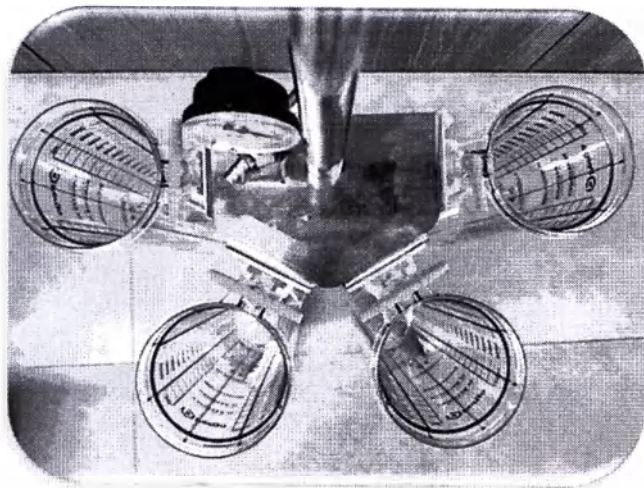

Рисунок 2.2.
- 2.3. Вытащить Коннектор вакуума из ручек трех Контейнеров для пакета. Коннектор вакуума (коннектор вакуума тип L) оставить только в последнем (четвертом) Контейнере для пакета. Вставить Коннектор вакуума тип T в отверстие ручек остальных Контейнеров для пакета (рисунок 2.2.).